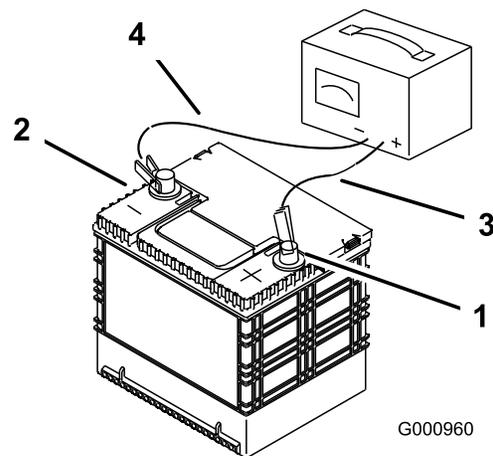

Figure 55
- Quand la batterie est chargée au maximum, débranchez le chargeur de la prise, puis débranchez les fils du chargeur des bornes de la batterie (Figure 55).